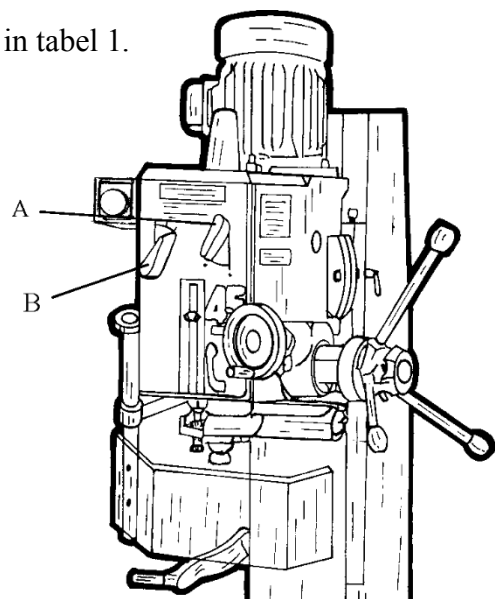

Fig.4
- (1) Bij frezen met aanvoer in de lengterichting is het aan te raden om de verplaatsing van de kruistafel te vergrendelen om de nauwkeurigheid van je werk te garanderen. Draai hiervoor de kleine bladschroef aan de rechterkant van de tafelbasis vast.
- (2) Draai de twee kleine bladschroeven aan de voorkant van de tafelbasis vast om de verplaatsing van de tafel in de lengterichting voor dwars frezen vast te zetten.
- (3) Aan de voorkant van de tafel zijn verstelbare verplaatsingsstops voorzien om de dwarsverplaatsing en de gewenste freeslengte te regelen.
9. snelheidsverandering (zie Fig. 4)
Draai de asbout (zie fig. 4) bovenaan de as ongeveer 2 slagen los met een sleutel. Sla met een hamer op de bovenkant van de asbout. Nadat de conus is losgebroken, houdt u de klauwplaat met de hand vast en draait u de asbout met de andere hand los.